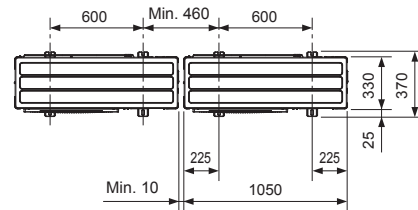

Fig. 3-1
- Certifique-se de instalar a unidade numa superfície firme e nivelada para evitar estrepidos durante a operação. (Fig. 3-1)